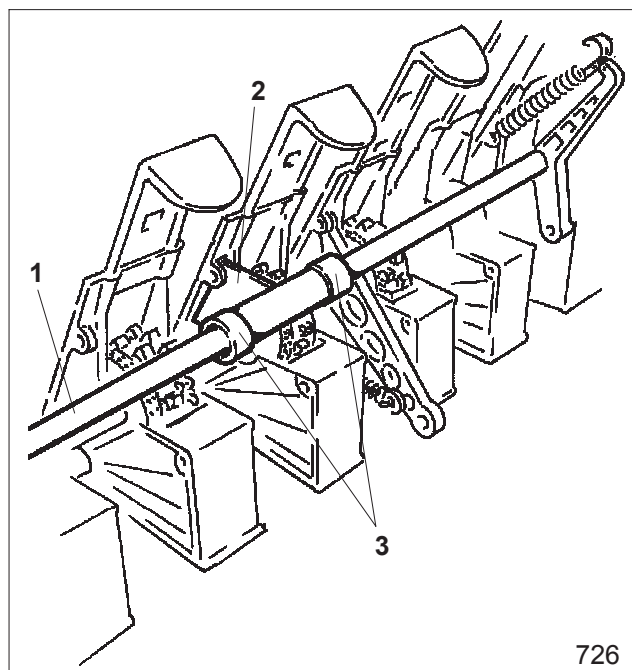

Fig. 18.29
- Rellever l'arbre intermédiaire (Fig. 18.29/1). Parallèlement, un support (Fig. 18.29/2) qui bloque axialement l'arbre intermédiaire, doit être poussé dans le logement d'un carter de distribution. Bloquer le support axialement avec des bagues de réglage (Fig. 18.29/3).